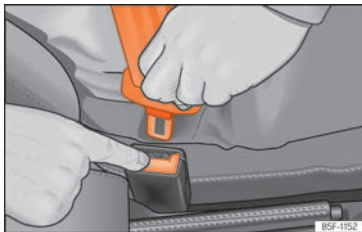

Fig. 11 Soltar la lengüeta del cierre del cinturón.
- Presione la tecla roja en el cierre » » » fig. 11. La lengüeta saltará del cierre.